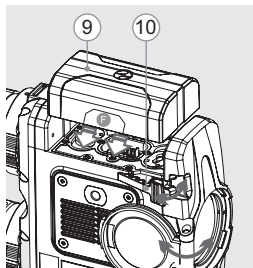

Abb. 3
- Heben Sie den Griffhebel (10) auf.
- Setzen Sie die Batterie (9) in den entsprechenden Steckplatz im Gehäuse des Gerätes so ein, dass das Element F (s. Abb. 3) unten liegt.